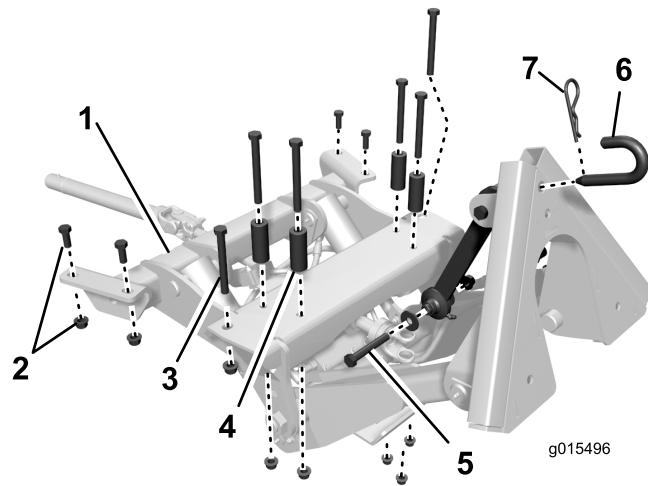

Рисунок 5
- На виде сверху Рисунок 5 показаны места, положения и размеры крепежных деталей, используемых для фиксации передней рамы навесного оборудования к нижней части рамы тягового блока.
9. Присоедините узел верхнего звена к опоре моста с помощью винта 1/2 x 3-1/4 дюйма, 2 опорных шайб и контргайки 1/2 дюйма (Рисунок 5 и Рисунок 6). Шайбы должны находиться на наружной стороне проушин опоры моста. Установите проставку и затяните с моментом 91-113 Н·м (Рисунок 7).